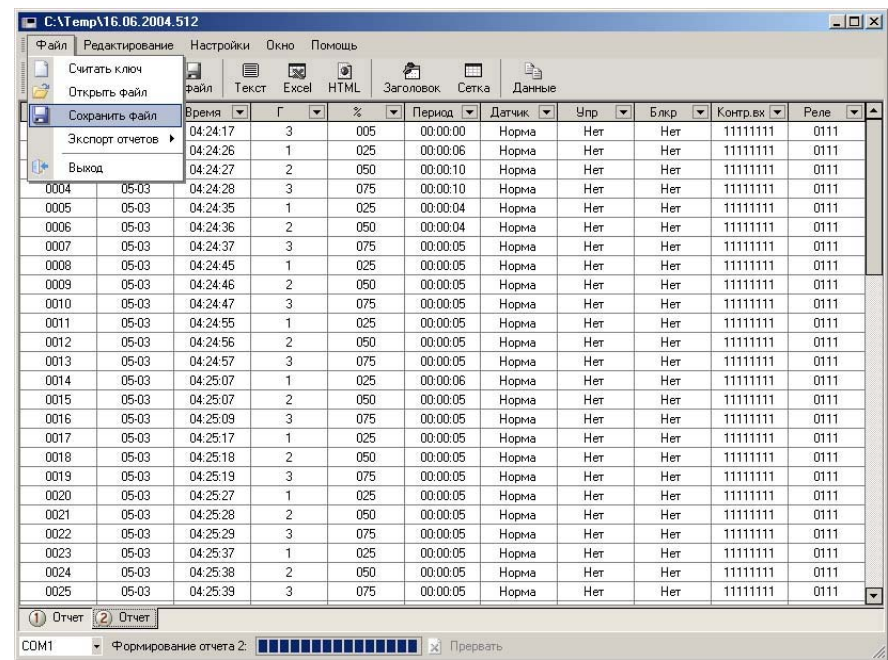

Рисунок 5
3.7 После считывания данных из ключа сохранить их в файл для дальнейшей обработки. Для этого необходимо выбрать в меню ФАЙЛ пункт СОХРАНИТЬ ФАЙЛ (рисунок 5).